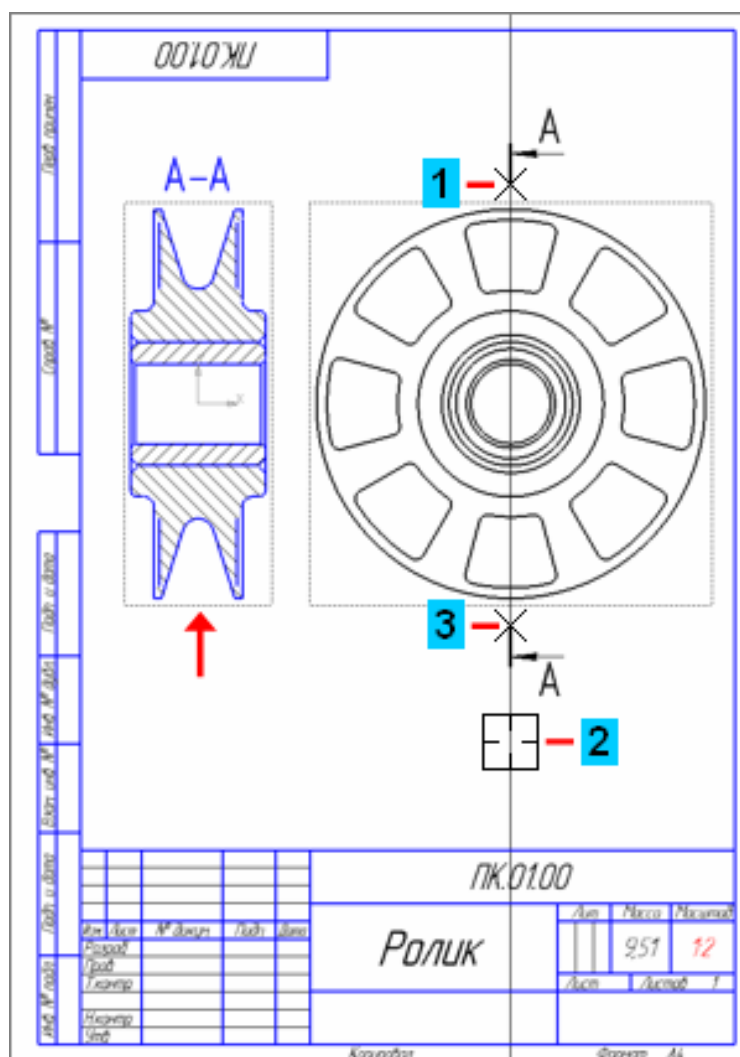

Рисунок 5.
- Укажите положение разреза на чертеже — система создаст новый вид и сделает его текущим (рис. 5).